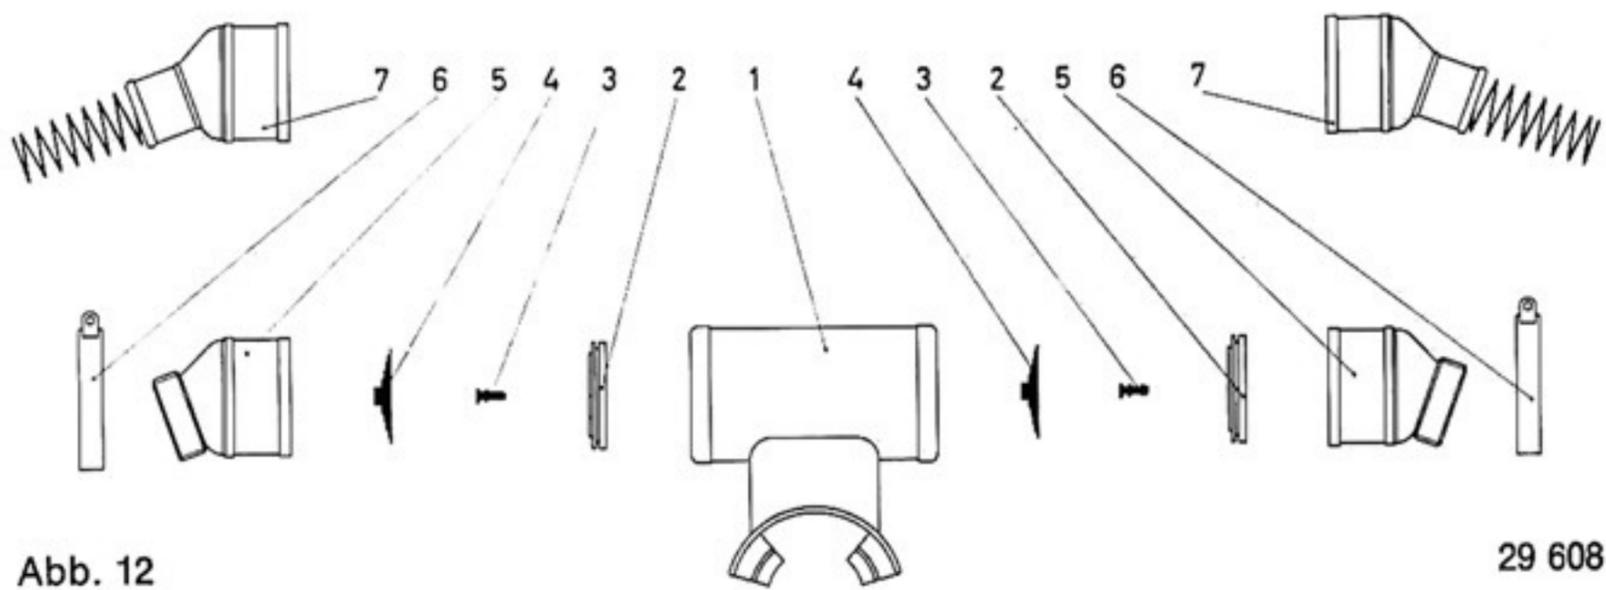

Abb. 12
5.2. Einzelteile der Gummimundstücke Abb. 12